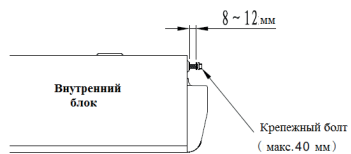

Рис.16
- Подготовьте крепежные болты для установки (см.Рис.16)